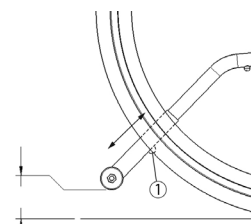

Abb. 29a
- Drücken Sie die Drucktaste (1) (Abb. 29a) und schieben Sie die Kippstützenausläufer auf die gewünschte Länge.